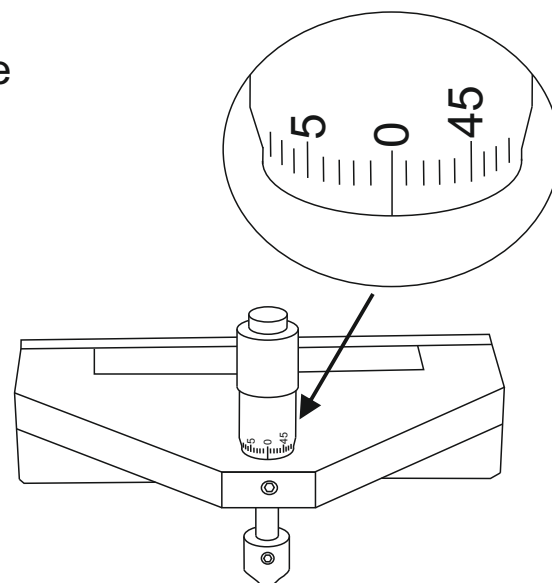

Figura 1
- 2 Ponga el micrómetro a 0 (Figura 1).